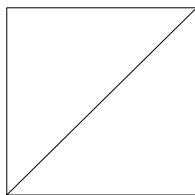

图 11-18 正对角线矩形
- “正对角线”按钮: 单击该按钮, 可插入带有正对角线的矩形, 结果如图 11-18 所示。